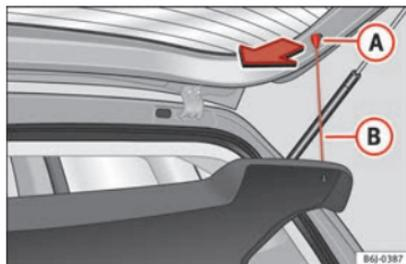

Fig. 120 Pianale portaoggetti.
- Sganciare i tiranti » fig. 120 B dagli alloggiamenti A.